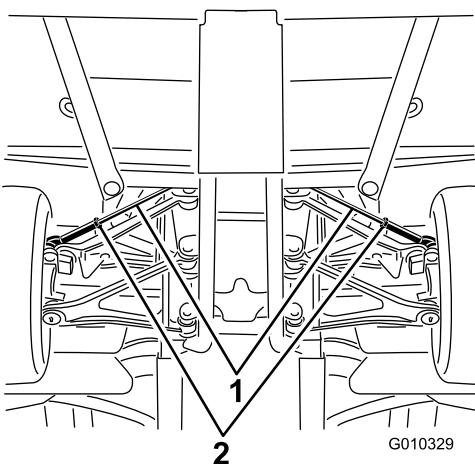

Figura 60
A. Desaperte a porca de bloqueio no centro da barra de direcção (Figura 60).